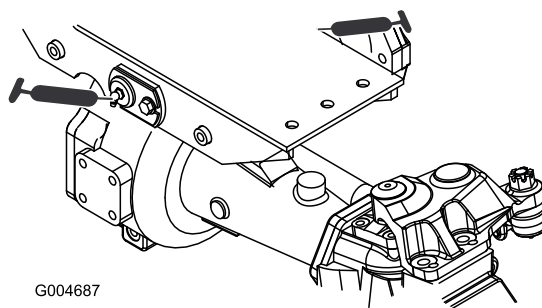

Figure 60
- Bagues de pivot d'essieux avant et arrière (2) (Figure 60)